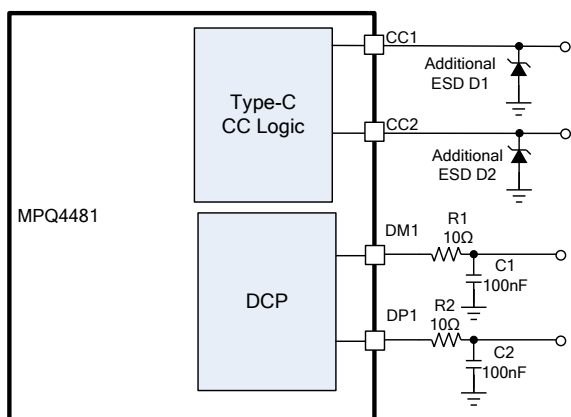

图 11: 推荐的 I/O 引脚 ESD 优化
所有 USB I/O 引脚都应考虑更高的 ESD 等级。MPQ4481 针对 USB 管脚、DP 和 DM，具有高达 $\pm 8\text{kV}$ 的人体放电模式 ESD 保护功能；针对 CC1 和 CC2，具有 $\pm 5.5\text{kV}$ 的人体放电模式 ESD 保护功能。ESD 结构在正常运行和设备断电时都能承受高 ESD。为了能进一步扩展 DP 和 DM 的 ESD 等级以覆盖复杂的应用环境，可以添加额外的电阻器和电容器（见图 11）。
10) CC 引脚 ESD 保护优化细节请见图 11。